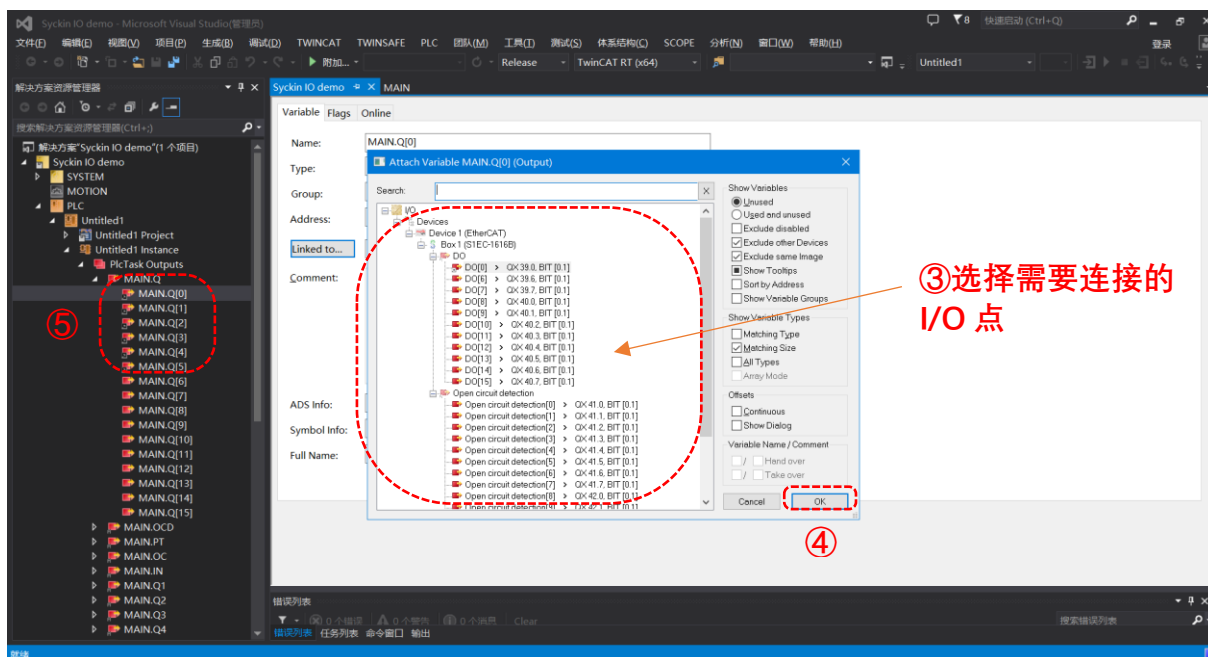

图 3.90
已经连接的变量，图标会有个小标签记号，如图 3.90 中的⑤